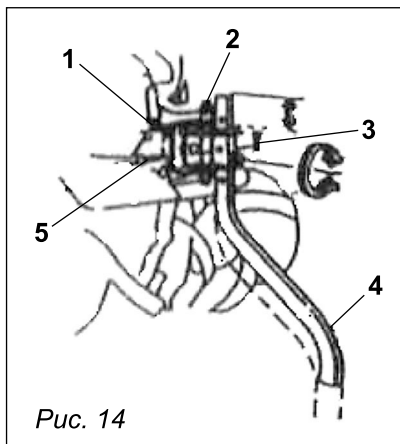

Рис. 14
Регулировка глубины вспашки. Для регулировки глубины вспашки необходимо отрегулировать по высоте сошник. Вынуть штифт (5), переместить сошник (4) вверх (глубина вспашки уменьшится) или вниз (глубина вспашки увеличится), зафиксировать в требуемом положении. Правильная регулировка зависит от почвы (рис. 14).